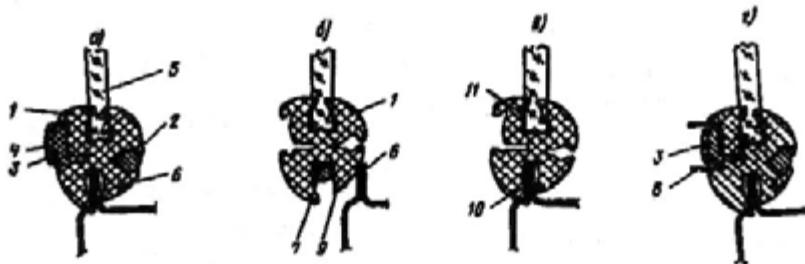

Рис. 319. Установка стекол ветрового и заднего окон:
Оба стекла крепятся в проемах окон при помощи резиновых уплотнителей (рис. 319, а) замкового типа, состоящих из уплотнителя 1 и замка 2, представляющего собой резиновый шнур. Кроме того, в специальном пазу уплотнителя устанавливается декоративный кант 3, имеющий в середине нижней части проема стык, который закрывается декоративной скобой 4.
3. Приложите стекло к проему, заведя выступ 9 (рис. 319, б) уплотнителя в середине нижней части за фланец 6 проема и выведя концы монтажного шнуря 7 внутрь кузова.
5. Введите при помощи ширлица водозапорную машину или резиновый клей 11 между стеклом и уплотнителем по боковым и нижним сторонам и мастику 10 между кузовом и уплотнителем по боковым и верхним сторонам, как показано на рис. 319.
7. Установите при помощи оправки «а» 9480—4087 декоративный кант 3 (рис. 319, г). Установку начинайте с середины нижней части проема окна, заводя в паз инструмент с продетым в него концом канта. Перемещая инструмент 8 по периметру уплотнителя, прижимая кант 3, заправьте весь кант. В месте стыка концов канта при помощи отвертки установите декоративную скобу 4.